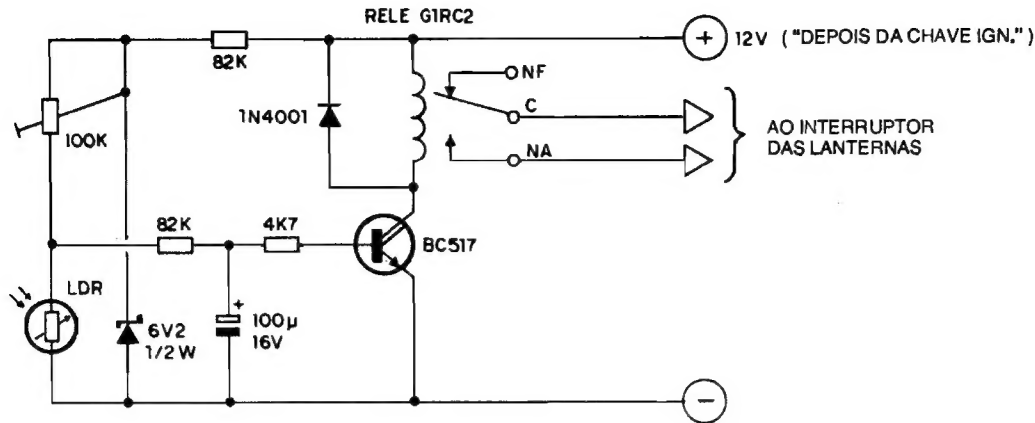

Fig.1
- FIG. 1 - O CIRCUITO - O supramundo da simplicidade, traz o circuito inicialmente com a determinação de uma Tensão estabilizada pelo diodo zener (6V2) e resistor de 82K (à linha do **positivo** - 12 VCC...), aplicada ao divisor de Tensão formado por um LDR (praticamente qualquer tipo de Resistor Dependente da Luz poderá ser utilizado no circuito...) e pelo **trim-pot** de 100K, este responsável pelo ajuste final de sensibilidade e "ponto" de funcionamento da LAC... Com tal sistema, eventuais (até "normais", no caso...) variações na Tensão real da bateria do veículo **não** poderão influenciar a calibração e a sensibilidade do dispositivo... Na junção entre o citado LDR e o **trim-pot** de ajuste/calibração, recolhe-se, então, um nível de Tensão **inversamente** proporcional à luminosidade "vista" pelo foto-re-